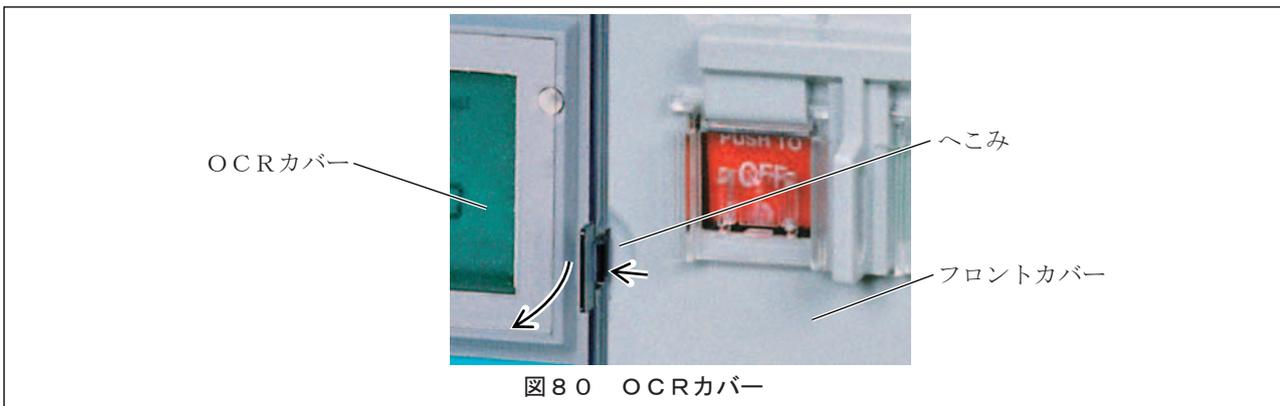

図80 OCRカバー
- 1) 図80に示すOCRカバーの右端のフロントカバーへこみに指を入れ、OCRカバーを左に押して開き止めの掛かりを外し、OCRカバーを開きます。OCRカバー施錠時は、開錠してからOCRカバーを開きます。